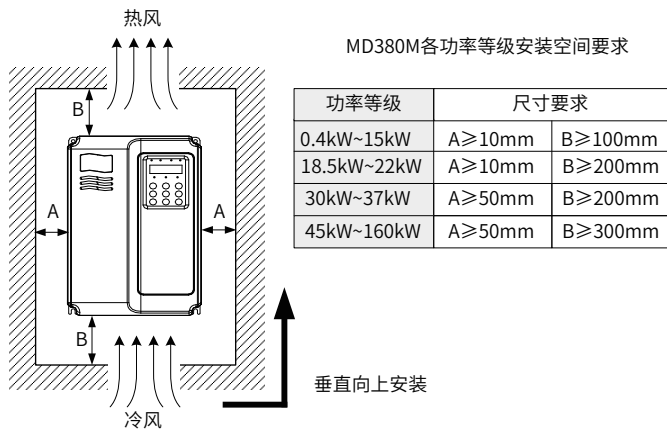

图 3-1 MD380M 伺服驱动器各功率等级安装空间要求
- 1) 安装空间要求如图 3-1 所示，需保证主轴伺服驱动器有足够的散热空间。预留空间时请考虑柜内其它器件的散热情况。